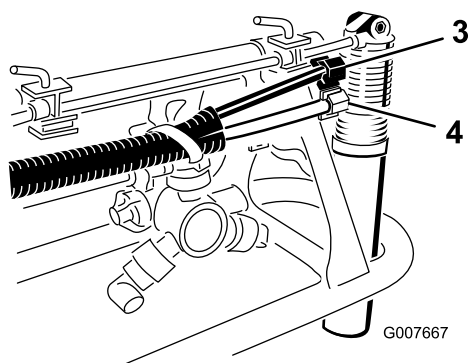

Figura 8
8. Individuate gli ugelli della schiuma nelle parti sciolte e montate un ugello sull'asta di montaggio come illustrato (Figura 8).